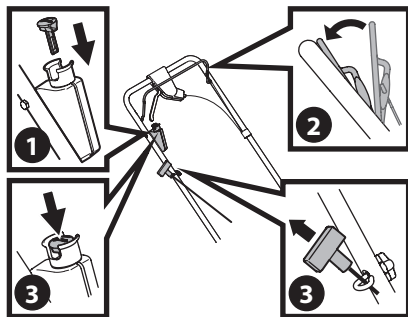

Figure 4
1. **Modèles avec démarreur électrique** : Insérez la clé de démarrage dans le réceptacle sur le côté droit de la partie supérieure de la poignée. Assurez-vous qu'elle s'enclenche bien (Figure 4).
2. Placez-vous derrière l'appareil et serrez la commande de la lame contre la poignée supérieure (Figure 4).
- **Démarrage électrique (le cas échéant)** : Pressez sur le bouton-poussoir pour démarrer le moteur (Figure 4).